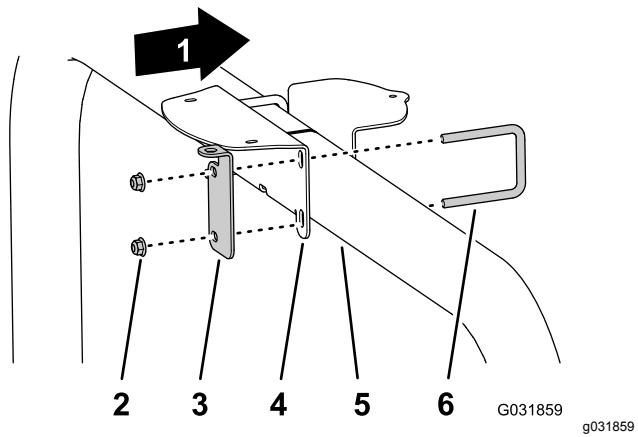

Figura 125
- Se la vostra macchina è dotata del kit modem di correzione GNSS e CDMA o GSM RTK, montate il supporto del ricevitore e la staffa dell'antenna RTK sul tubo del ROPS (Figura 125) con i 2 bulloni a U e 4 dadi di bloccaggio flangiati ($\frac{3}{8}$ "").